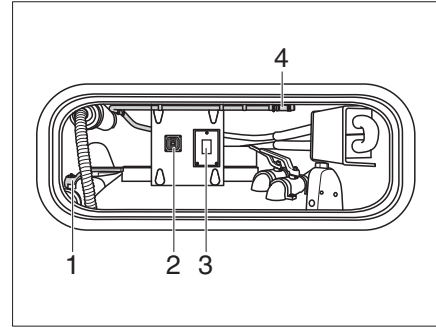

Fig. 358 Lavar el cassette del aseo con vibrador (vista del interior del compartimento de almacenamiento)
- Abrir la llave de vaciado (Fig. 358,1).
- Pulsar el interruptor (Fig. 358,3).
- Accionar el interruptor (Fig. 358,2) para la bomba de vaciado.
- Desenganchar el tubo flexible para la limpieza del depósito (Fig. 358,4) del compartimento de almacenamiento y conectarlo a una conexión de agua.
- Después del lavado, retirar la conexión de agua y guardar el tubo flexible para la limpieza del depósito (Fig. 358,4).
- Cerrar la llave de vaciado (Fig. 358,1).